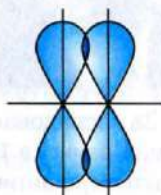

Рис. 6. Боковое перекрывание  $p$ -орбиталей при образовании  $\pi$ -связи
**$\pi$ -Связь** возникает при перекрывании атомных орбиталей по обе стороны от оси, соединяющей ядра атомов. В ее образовании могут участвовать только  $p$ - (рис. 6) и  $d$ -орбитали. При образовании  $\pi$ -связи перекрывание орбиталей меньше, чем в случае образования  $\sigma$ -связи, поэтому  $\pi$ -связь, как правило, менее прочна и ее энергия меньше энергии  $\sigma$ -связи.